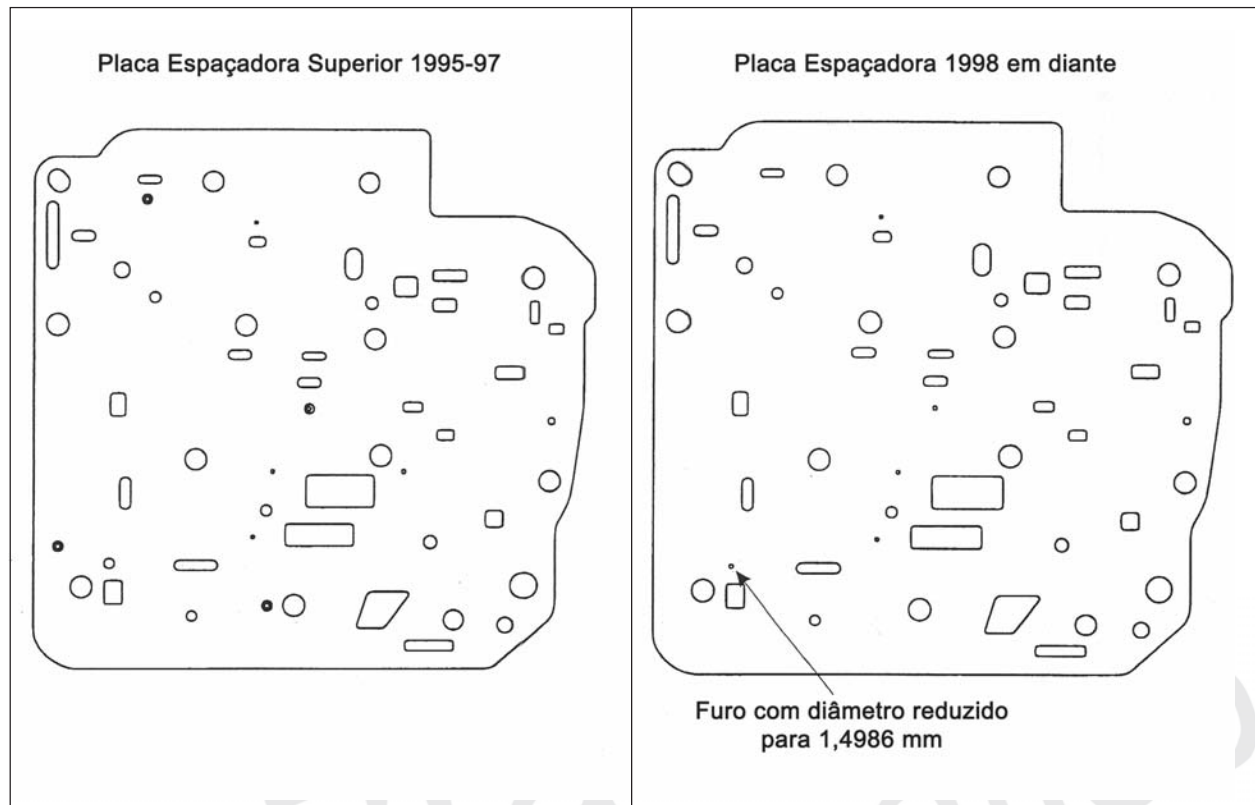

Figura 2
1. PLACA ESPAÇADORA DO CORPO DE VÁLVULAS SUPERIOR: O novo desenho da placa espaçadora tem um furo reduzido para proporcionar um orifício no circuito de aplicação da embreagem K1, conforme mostrado na figura 2.